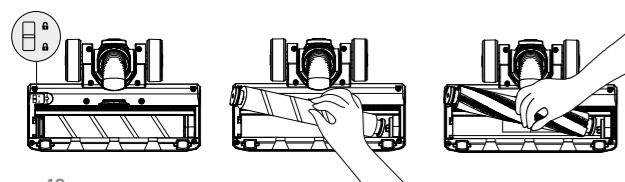

рис. 10
- Переверните турбощетку, подвиньте фиксатор. Снимите крепление валика (рис. 10).